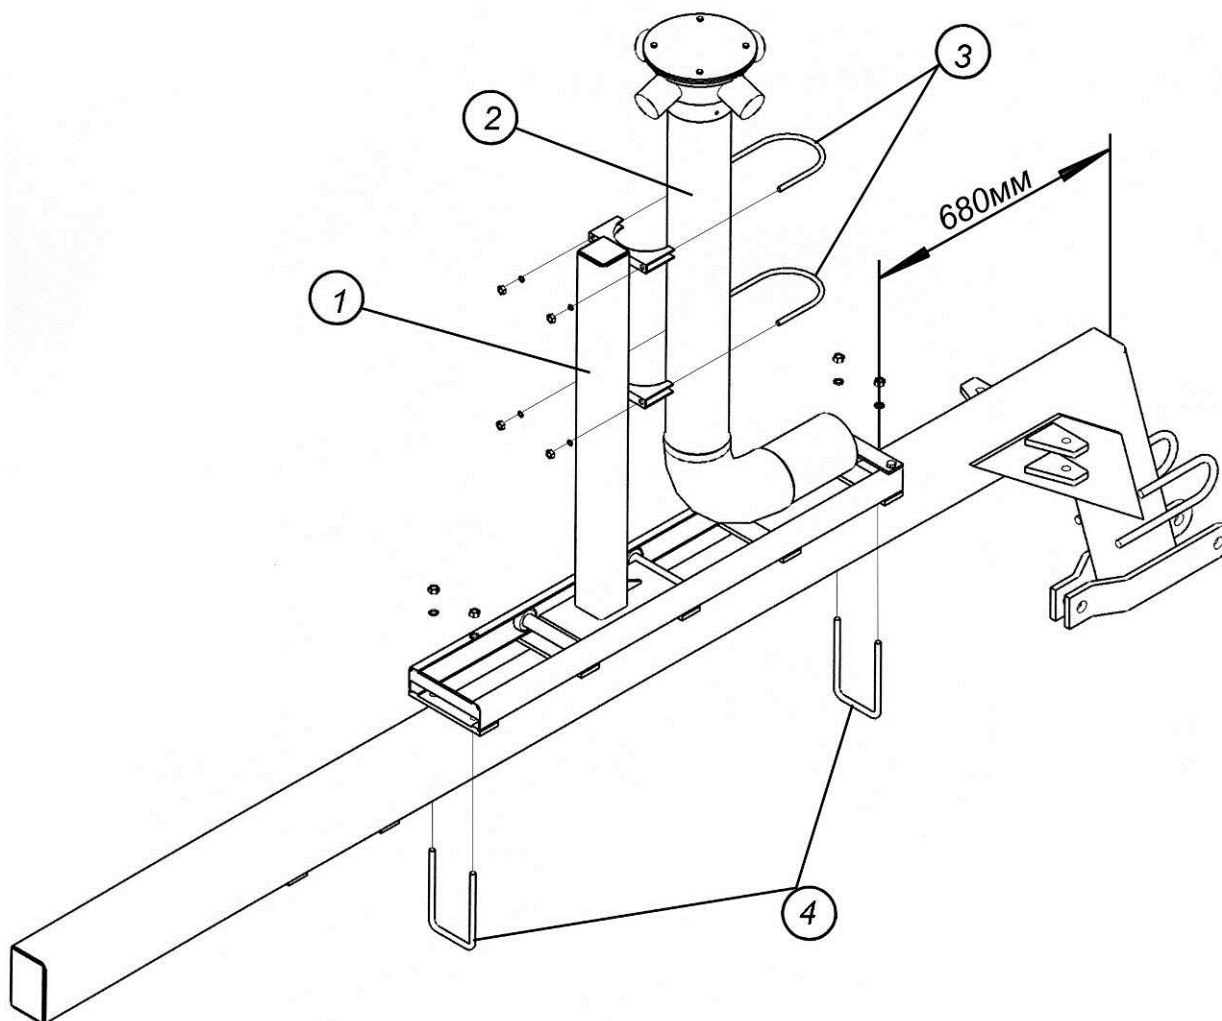

Рис. 4.9.2. Сборка первичного коллектора для ПК с двухосным бункером.
4.9.1а. Для посевного комплекса с одноосным бункером установить проставку 1 спереди на раме культиватора с помощью пластин 2 и болтов 3 М20х170, подложив пружинные шайбы (рис.4.9.2а). Закрепить кронштейн первичного распределителя 4 на проставку 1 стремянками 5 М12х100х150, пружинными шайбами и гайками.
4.9.3. Закрепите трубу 2 с распределителем на стойке 1 скобами 3 (рис. 4.9.2).
Рис. 4.9.2а. Сборка первичного коллектора для ПК с одноосным бункером.